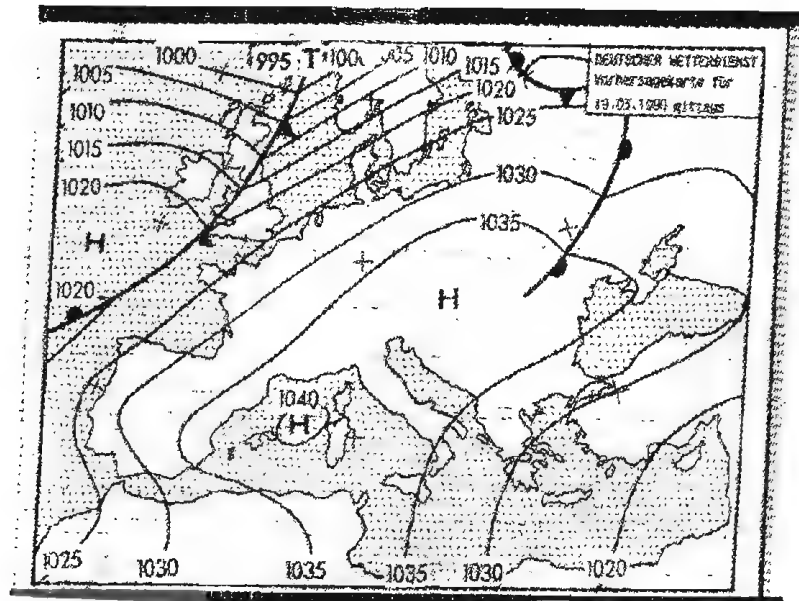

Fig. 4 - Questa carta meteorologica è stata ricevuta e stampata tramite un computer di media qualità e molto economico in data 19-03-1990.
**Fig. 4 - Il filtro di notch annulla la tensione del segnale emesso dal trasmettitore in corrispondenza del valore della frequenza di risonanza. La quale, nelle due condizioni di capacità massima e minima del condensatore, assume i valori di 54 MHz e 300 MHz circa.**